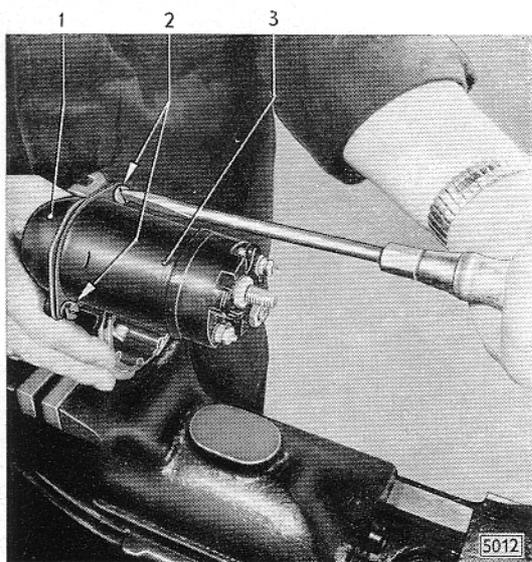

Bild D 69 - Magnetschalter abschrauben
7. Magnetschalter vom Antriebslager abschrauben (Bild D 69). Schalter vom Antriebslager und Antriebslager mit Einrückhebel vom Anker abnehmen.